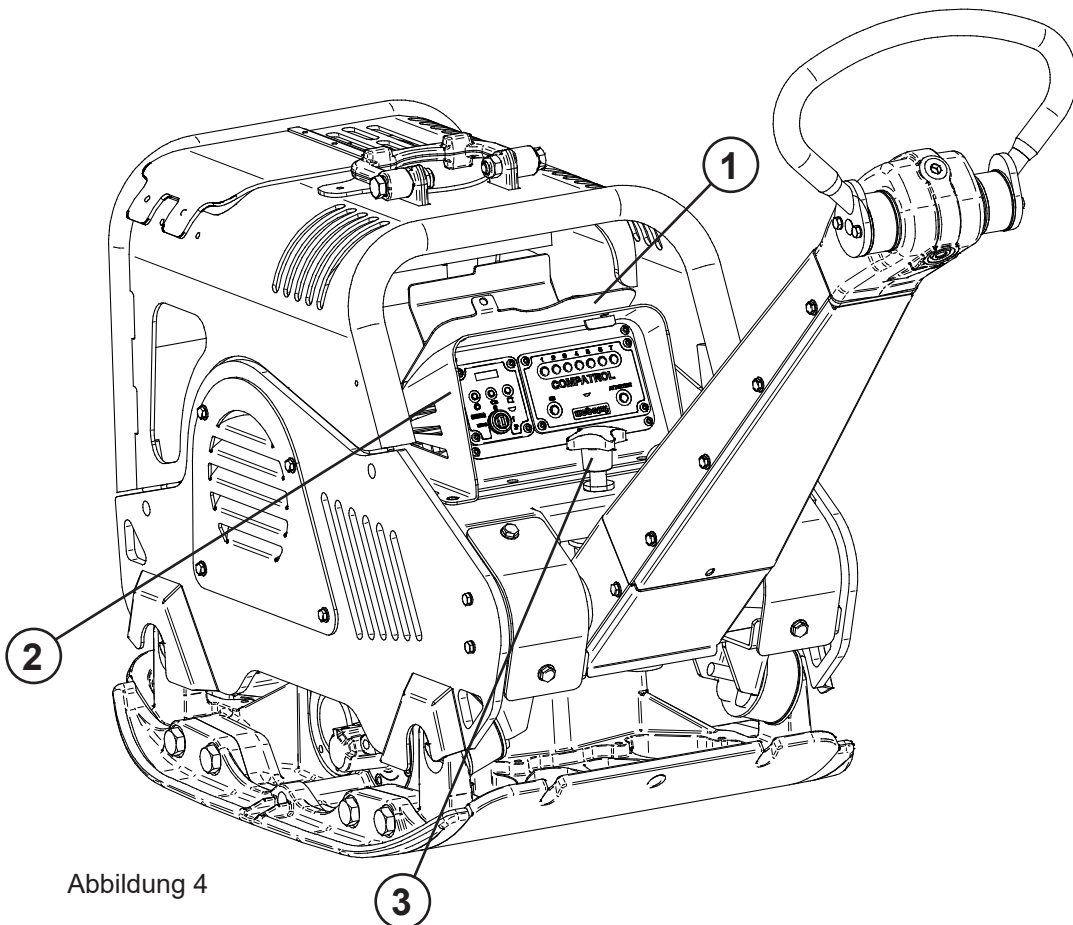

Abbildung 4
- ▶ Die gewünschte Arbeitshöhe der Handführungsstange an der Einstellschraube (Position 3, Abbildung 4) einstellen.
- ▶ Die Vandalismusklappe (Position 1, Abbildung 4) öffnen
- ▶ Die Vandalismusklappe (1) in die vorgesehene Halterung auf dem Armaturenkasten (Position 2, Abbildung 4) stecken.